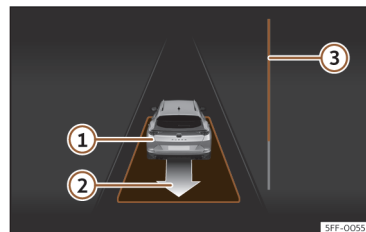

Fig. 153 No ecrã do painel de instrumentos: sair do estacionamento de um lugar em paralelo.
• Retroceda até soar o sinal contínuo do ParkPilot; **OU:** faça marcha-atrás até aparecer a indicação de fazer marcha à frente no ecrã do painel de instrumentos. A barra de progresso **>>> Fig. 153 ③** indica a distância a percorrer.